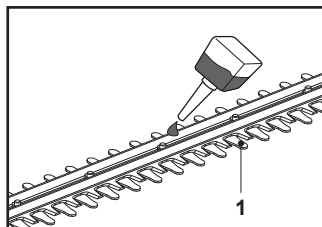

Fig. 10
9. Si el dispositivo de corte (hoja) (1) se sobrecalienta durante su uso, lubrique las superficies interiores de la hoja (Fig. 10).
1. Mantenga el dispositivo de corte (hoja) (1) limpio y sin restos de suciedad. Retire los recortes con un cepillo.
2. Aplique una pequeña cantidad de un lubricante adecuado en el dispositivo de corte (hoja) para mantener un buen rendimiento de corte (Fig. 10).